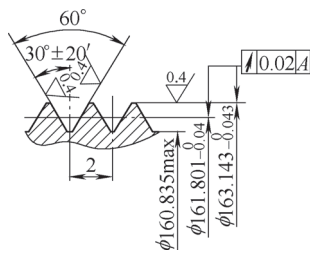

图 5
(4) 镶齿丝锥的磨削加工:装配后的镶齿丝锥先在平面磨床上将丝锥刀片端面磨平,然后装上心轴,在外圆磨床上磨丝锥大径至尺寸。接着再在螺纹磨床上磨出丝锥螺纹,其螺纹牙型及公差(见图5)。最后是铲磨切削锥工序,可在螺纹磨床上或铲齿车床上进行铲磨,铲磨量 $K=4\text{mm}$ 。